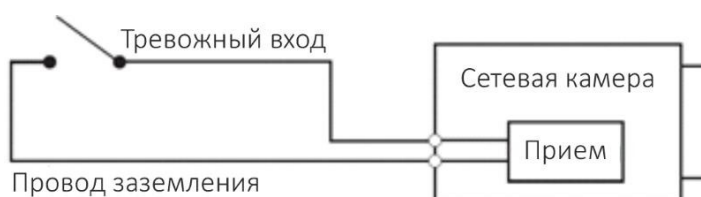

Рисунок 1-2 Тревожный вход
**Шаг 1** Подключите устройство ввода к тревожному входу порта входа/выхода, см. рисунок 1-2. Устройство принимает данные о различных состояниях входного порта при неактивном сигнале и сигнале о заземлении.